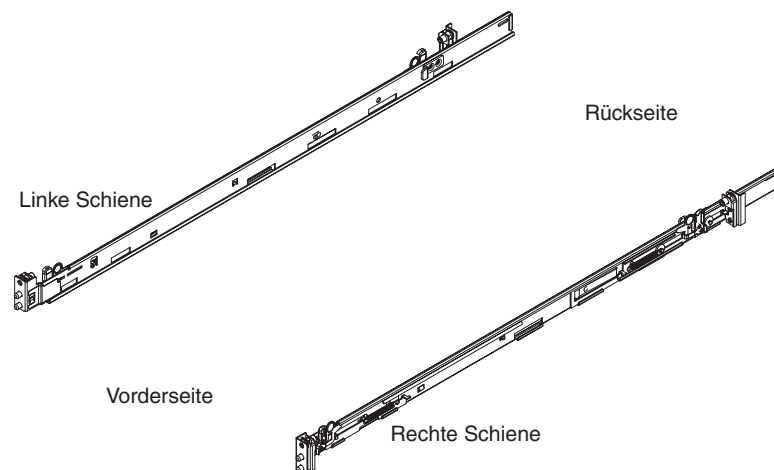

Abbildung 4. Ausrichtung der Schienen
1. Positionieren Sie die linke und die rechte Montageschiene im Gehäuserahmen. Das Einfügen der Schienen ist in Abb. 4 dargestellt. Stellen Sie sicher, dass die zwei linken blauen Hebel den zwei rechten blauen Hebeln gegenüberliegen. Stellen Sie die Schienen mit den vorderen Abschnitten und den hinteren Abschnitten zusammen, wie im Folgenden beschrieben: